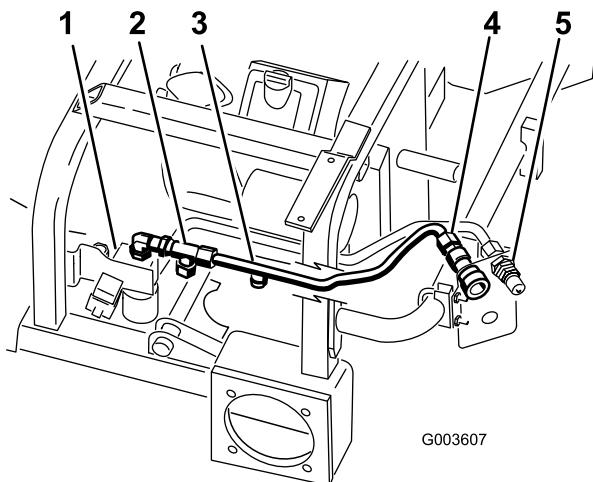

Figura 16
5. Posicione el tubo hidráulico Nº 2 en la máquina según se muestra en Figura 16.
6. Conecte el tubo hidráulico Nº 2 al acoplamiento en T que está conectado al codo de 90 grados y a la parte superior de la válvula (Figura 16).
7. Conecte el tubo hidráulico Nº 2 al acoplamiento hembra superior (Figura 16).